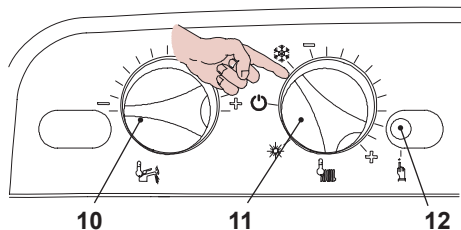
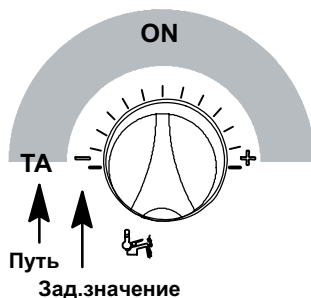

Рисунок 5.49
Рисунок 5.54
- Прежде чем включить электропитание котла, установите регулятор 11 в соответствии с указаниями, см. Рисунок 5.49).
- Чтобы настроить режим работы насоса, войдите в режим программирования, нажав и удерживая в течение 15 с кнопку сброса 12, см. Рисунок 5.49, пока на ЖК-дисплее не появится параметр P01; на ЖК-дисплее последовательно отобразятся следующие символы (параметр P01 будет загораться поочередно с --- --)
- Нажмите кнопку сброса 12, см. Рисунок 5.49 и пролистайте параметры до P13, предназначенного для настройки режима работы насоса. На ЖК-дисплее последо-
- Чтобы изменить настройку, поверните регулятор температуры горячего водоснабжения 10 Рисунок 5.49 - Рисунок 5.54 и установите его в выбранном положении (на Рисунок 5.54 пример регулятора, установленного в положение Режим насоса ON); на ЖК-дисплее параметр P13 загорается поочередно с 04.